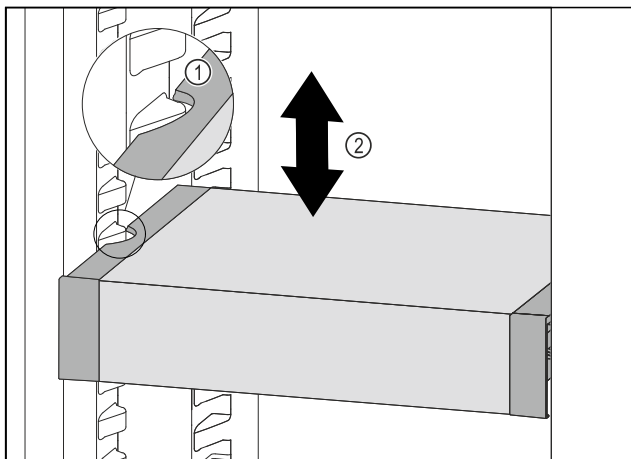

Fig. 91
- ▶ Predal VarioSafe povlecite v smeri naprej, dokler nista stranska izreza predala VarioSafe na višini nastavka za posodo v hladilniku. Fig. 91 (1)
- ▶ Predal VarioSafe premikajte v hladilniku gor ali dol, dokler ne dosežete želene višine. Fig. 91 (2)